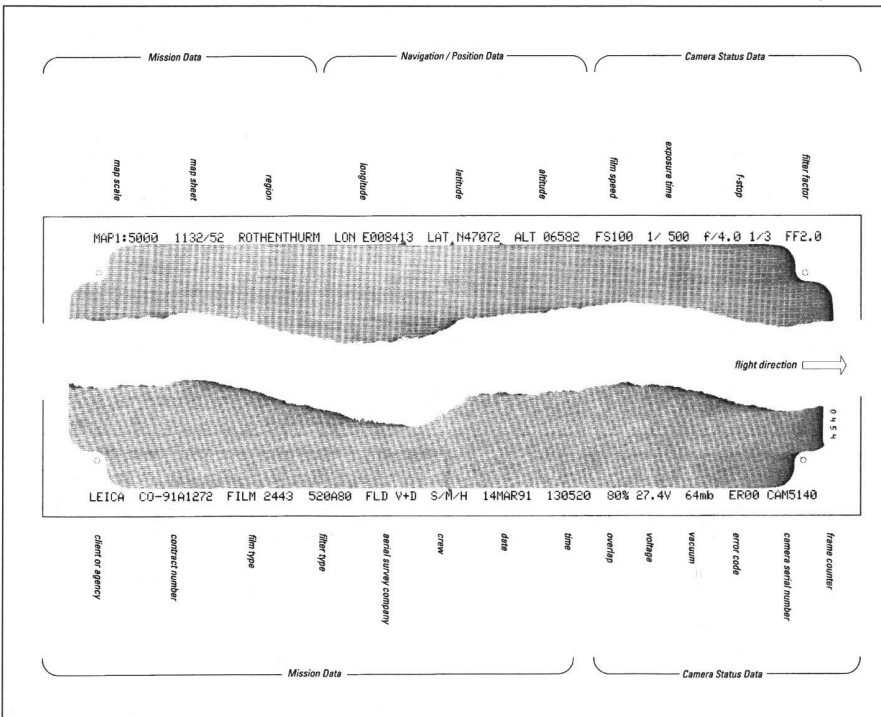

Abb. 3: Benutzer definierte Kombination registrierter Daten-Blöcke.
- Beispiel einer vom Benutzer definierten Registrierung (Abb. 3).